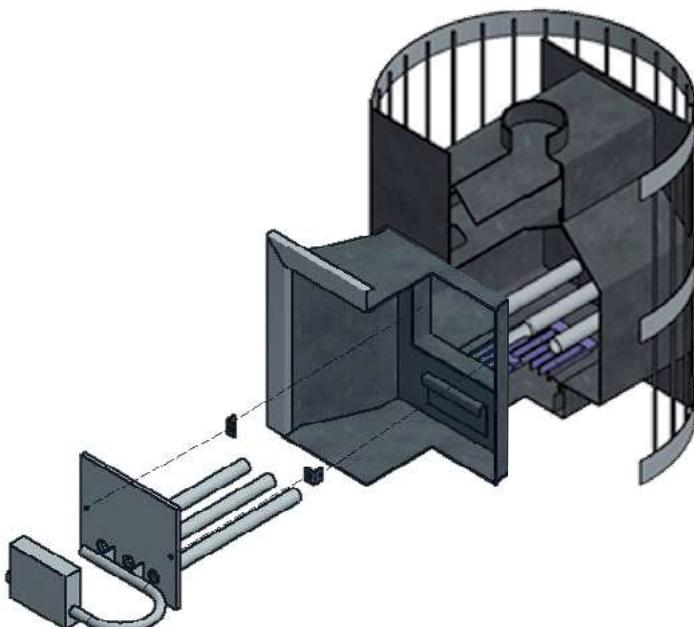

Рисунок 6 – Монтаж ГГУ на печь
- б) Установите газогорелочное устройство на печь (рисунок 6). Для установки необходимо :